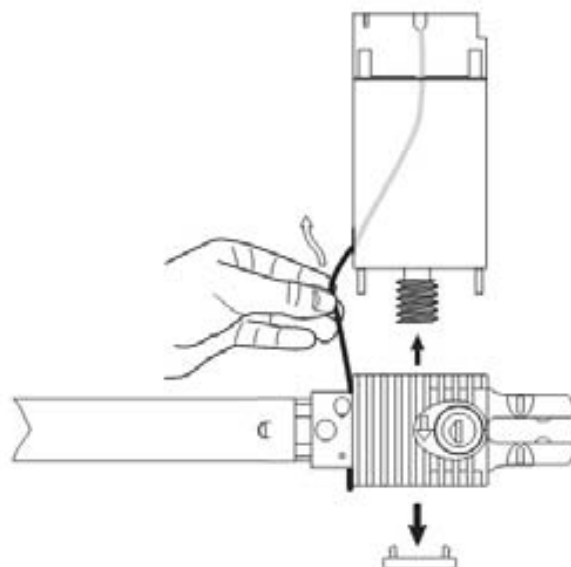

Рис. 7
- снимите мотор и заглушку зубчатого редуктора и вытяните подходящие к мотору кабели (рис. 7).